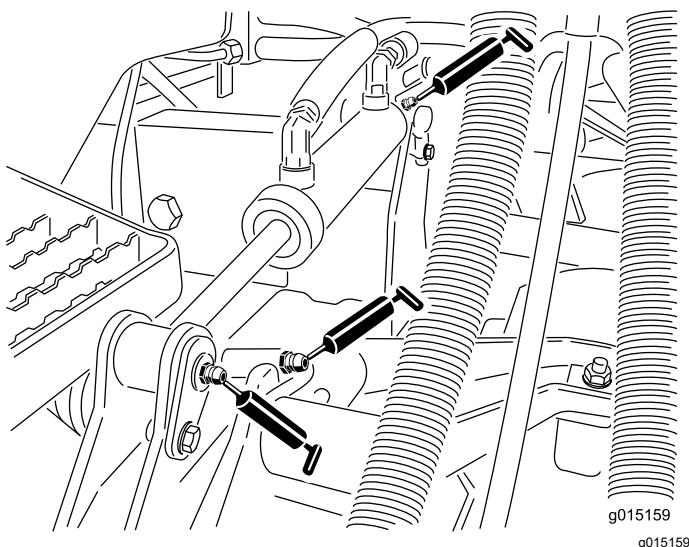

Figura 84
- Casquillos de los cilindros de elevación (2 por unidad de corte) (Figura 84)
- Casquillos de los brazos de elevación (1 por unidad de corte) (Figura 84)